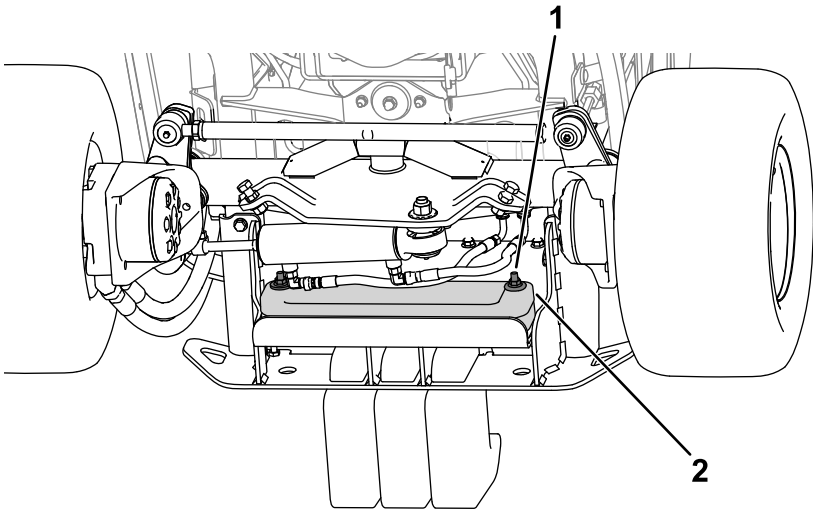

Figure 19
- 2. Serrez les fixations pour fixer les masses sur le pare-chocs (Figure 19).